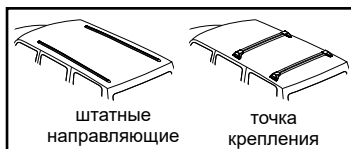

рис. 1
- Для штатных направляющих или точек крепления (см. рис. 1) удостоверьтесь, что крыша не деформируется под большим весом.